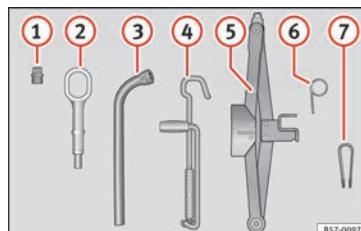

Abb. 70 Im Gepäckraum unter dem Gepäckraumboden: Bordwerkzeug.
- Setzen Sie die Kunststoffklammer (Bordwerkzeug) » Abb. 70  über die Kappe bis sie einrastet » Abb. 72.